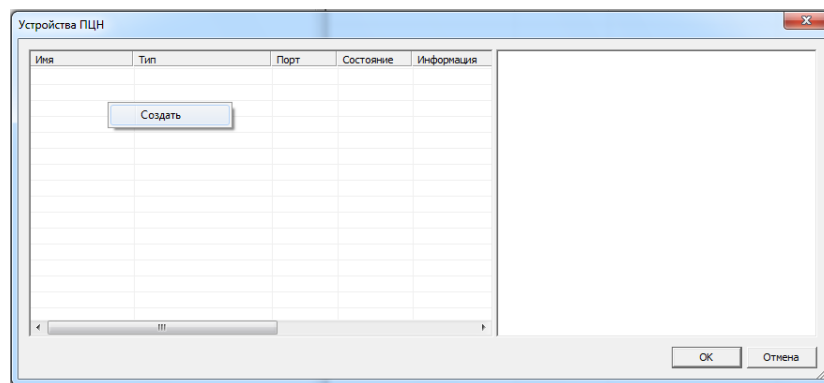

Рис. 7.6. Окно *Устройства ПЦН*
2. В открывшемся окне щелкните правой кнопкой мыши по свободному месту в поле списка устройств ПЦН и в появившемся меню выберите *Создать* (рис. 7.6).